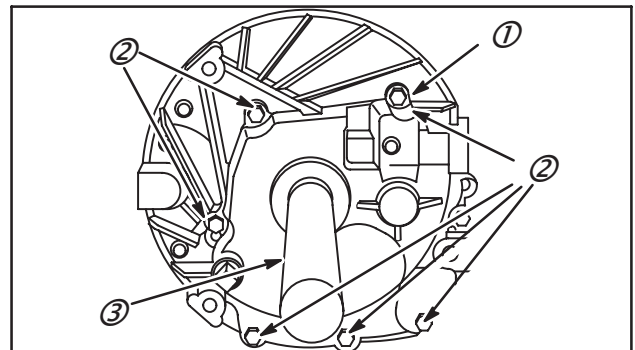

Fig. 50
7. Enduire la vis (1) qui pénètre dans la chambre du reniflard, Fig. 50, de pâte à joint non durcissante telle du Permatex® II et installer les vis du carter d'huile.